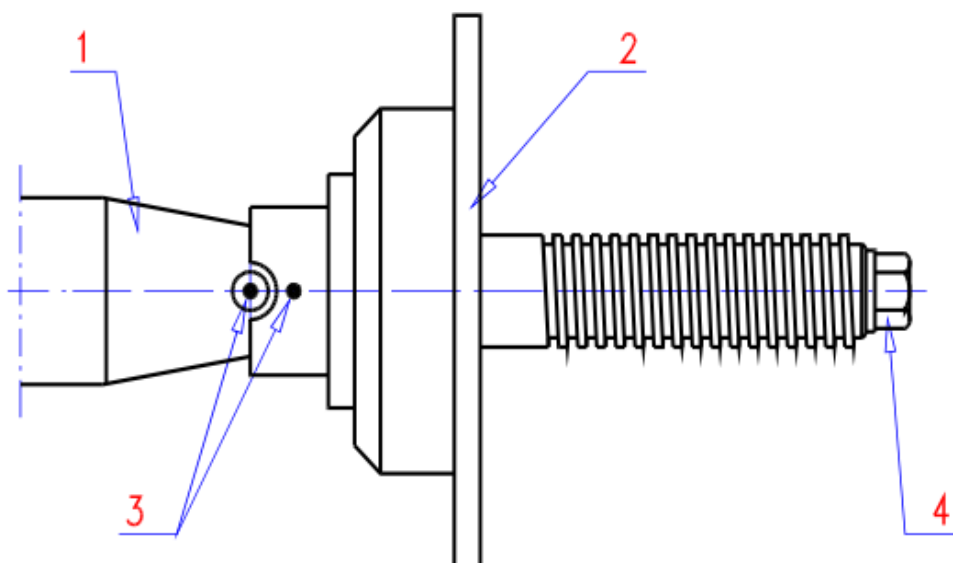
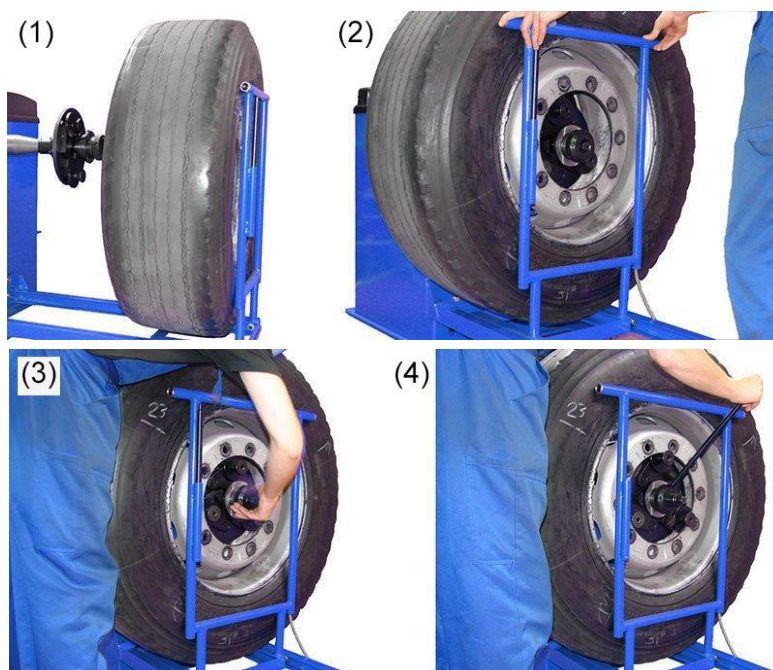

Рис. 5.2 Адаптер балансировочного стенда без быстросъемной гайки и конусов
Рис. 5.13.
Смонтированный быстросъемный адаптер для колес легковых автомобилей и фургонов с ободьями, имеющими центральное отверстие для монтажа, представлен на рис. 5.2.
Если на стенде установлен адаптер не для автомобильных колес (рис. 5.2), его необходимо снять и установить адаптер для автомобильных колес, как описано в разделе 5.3.
В зависимости от диаметра центрального отверстия колеса и толщины края обода, на адаптер необходимо установить соответствующие конусные пальцы и шайбы. Для уменьшения расстояния между пальцами, гайку 5 рис. 5.2 требуется слегка вывинтить.
Поднять защитный кожух и максимально отодвинуть каретку подъемника от машины. Установить колесо на каретку (1) рис. 5.13
Придвигая каретку с колесом к адаптеру кнопками 10 рис. 2.1, постепенно поднимать колесо до уровня оси шпинделя балансировочного станда (2) рис. 5.13
Затянуть гайку адаптера 5 рис. 5.2 так, чтобы пальцы подошли к краю центрального отверстия обода (3) рис. 5.13 С помощью рычага Р (4) рис. 5.13 сильно затянуть гайку, и во время этого опустить подъемник и отодвинуть каретку максимально вправо.